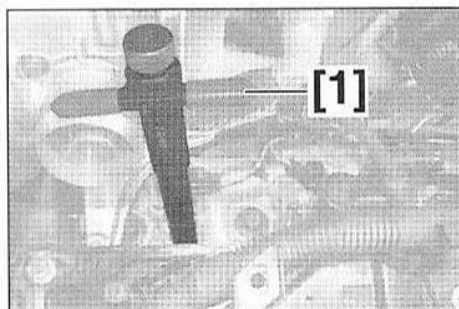

FIG.64
- Desserrer de quelques tours l'outil [1] (Fig.64).
- Mettre en place l'outil [1] sur la rondelle d'étanchéité (13) dans le puits d'injecteur.
- Bloquer la rondelle d'étanchéité (13) en serrant à fond la vis de l'outil [1].